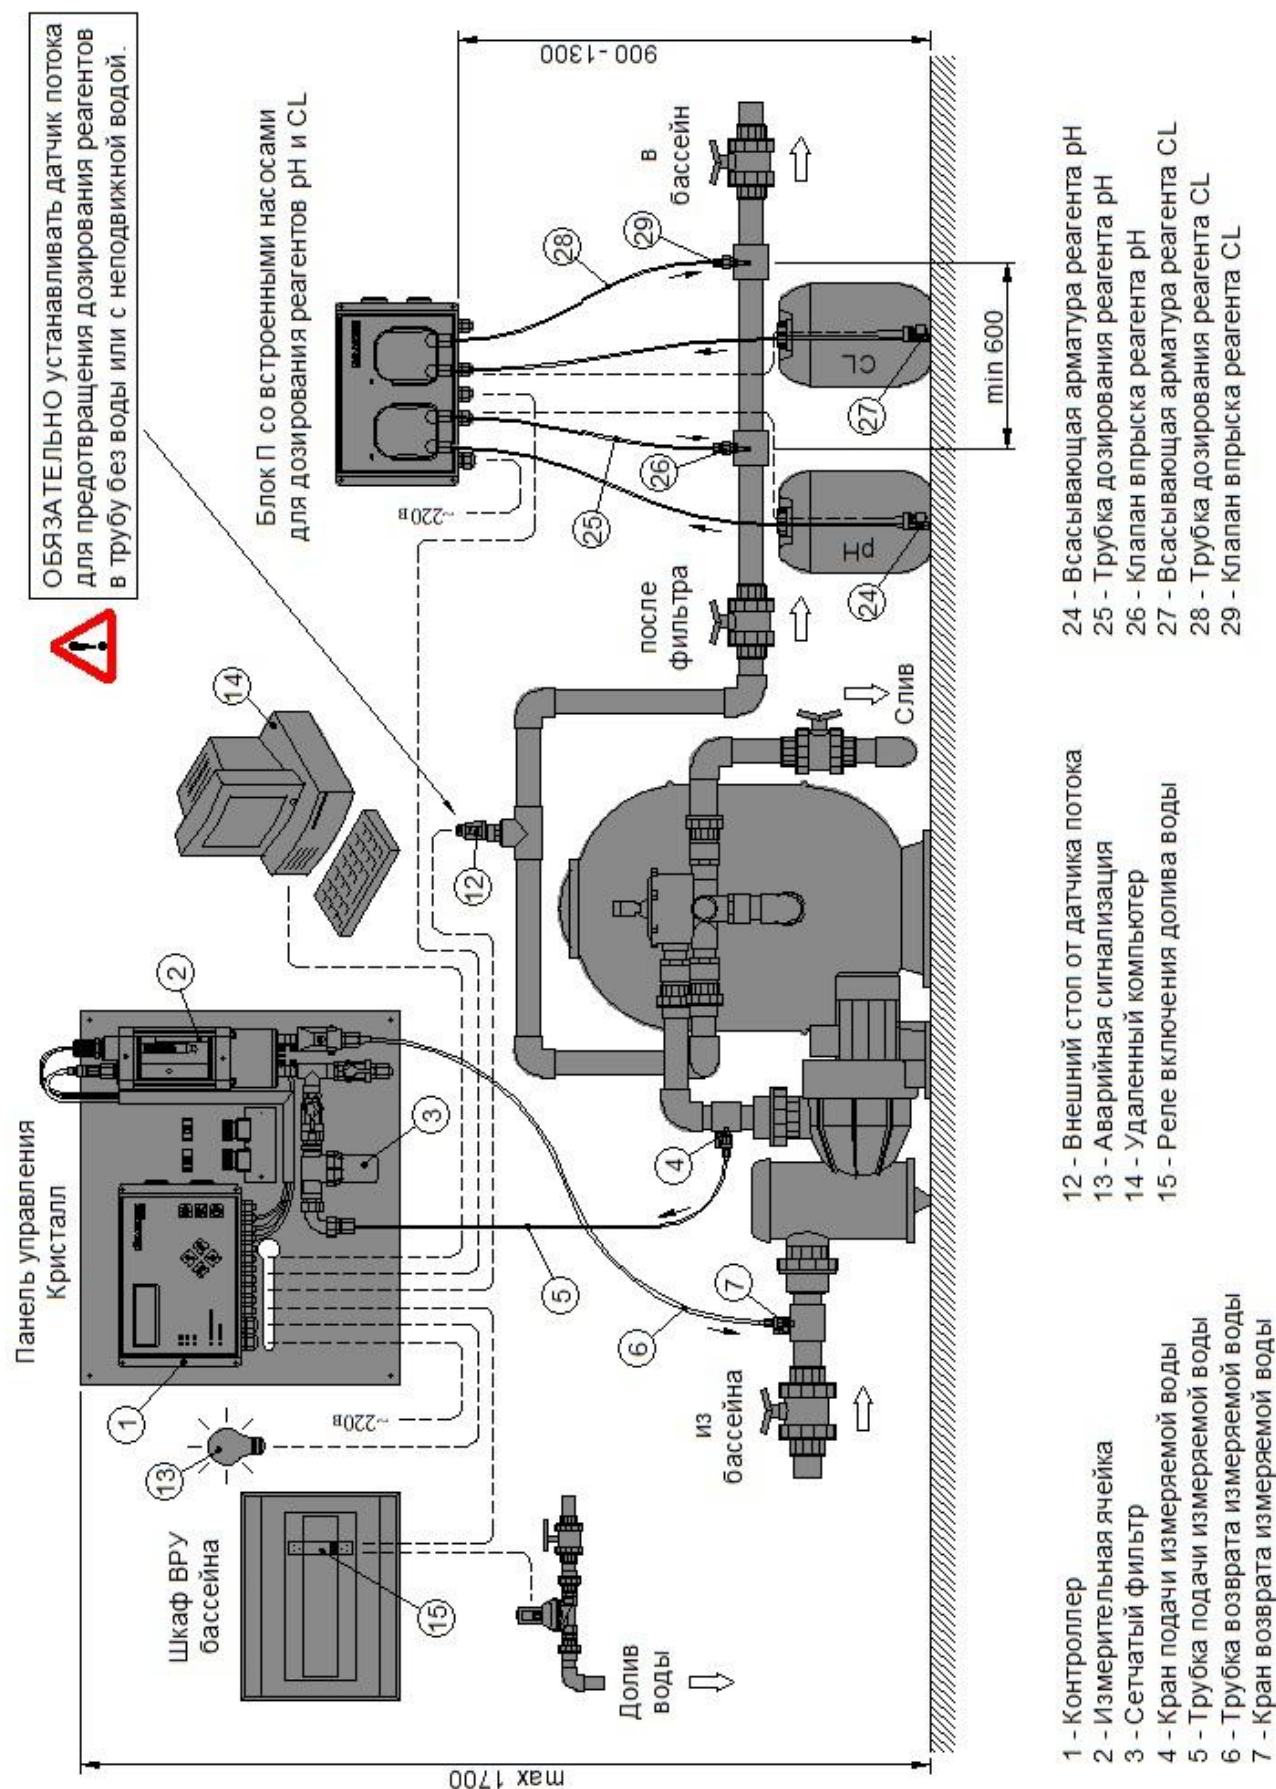

Рис.2-1 Схема размещения оборудования Кристалл П
На рис.2-1 изображен монтаж станции Кристалл П: CL, pH с отбором воды для измерений из трубопровода фильтрации, а на рис.4.3-1 – электросхема для этого монтажа.
Дозирование реагентов прекращается также при отсутствии потока воды в трубопроводе возврата воды в бассейн после фильтрации. Это необходимо для предотвращения дозирования реагентов в трубу с неподвижной водой или без воды. Для контроля потока воды необходимо установить в трубопровод специальный датчик потока (12), как это показано на рис.2-1. Для повышения точности измерения и дозирования в станции предусмотрена задержка включения дозирующих насосов после появления потока воды в измерительной ячейке или после возобновления фильтрации. Длительность этой задержки устанавливает Покупатель в настройках контроллера.
Дозирование реагентов может также прекращаться при включении долива воды в бассейн, если для этого долива используется электромагнитный клапан. В этом случае управление доливом рекомендуется производить через контактор (15), в котором через одну пару контактов подаётся питание к электромагнитному клапану долива воды, а через другую пару контактов в контроллер подается сигнал о включении долива (как это показано на рис.2-1, 4.3-1). Если нет необходимости или возможности блокировать дозирование реагентов при включении долива воды, то необходимо установить перемычку на клеммы «Доллив» внутри контроллера (см. подробнее п.4.3.1).
В домашних бассейнах, на которые требования упомянутого ГОСТ не распространяются, допускается отбирать воду для измерений из трубопровода циркуляционного водообмена (фильтрации), как это показано на рис.2-1 настоящего Руководства. Однако, используя это решение, следует знать, что значения измеряемых показателей воды из ванны бассейна и из трубопровода фильтрации не обязательно будут одинаковыми.
Панель управления станции устанавливается на стену технического помещения бассейна, как это показано на рис.2-1 настоящего Руководства.
Место для установки Панели управления надо выбирать с таким расчётом, чтобы трасса подачи измеряемой воды от точки отбора до измерительной ячейки была по длине не более 4 метров. Если вода для измерений отбирается из трубопровода фильтрации (как это показано на рис.2-1), то отсчёт длины вести от крана подачи измеряемой воды (поз.4 на рис.2-1). Если вода для измерений отбирается непосредственно из ванны бассейна, то отсчёт длины вести от водозабора, установленного в стену ванны бассейна.
Панель управления рекомендуется устанавливать не выше 1700 мм от пола (на уровне глаз), как это показано на рис.2-1, при этом над панелью должно оставаться не менее 200 мм свободного пространства для удобства установки/замены измерительных электродов в измерительной ячейке.
Блок П для дозирования pH и CL устанавливается на стену технического помещения бассейна, как это показано на рис.2-1 и 4.2-2 настоящего Руководства.
Место для установки Блока П рекомендуется выбрать вблизи клапанов впрыска реагентов pH и CL, чтобы минимизировать длину трубок дозирования реагентов (поз.25 и 28 на рис.2-1).
Блок П устанавливать не выше 1300 мм от пола, чтобы уменьшить высоту подъёма реагента из расходной канистры к насосу и обеспечить свободное, без натяжения, подключение к Блоку П трубок и кабелей всасывающей арматуры (поз.24 и 27 на рис.2-1). При этом справа от Блока П должно оставаться не менее 300 мм свободного пространства для беспрепятственного открывания крышки Блока П.
Кран подачи измеряемой воды устанавливается на напорный трубопровод насоса фильтрации (как это показано на рис.2-1, поз.4) или на напорный трубопровод специального насоса для измеряемой воды
Место для установки крана надо выбирать с таким расчётом, чтобы трасса подачи измеряемой воды от точки отбора до измерительной ячейки была по длине не более 4 метров. Если вода для измерений отбирается из трубопровода фильтрации (как это показано на рис.2-1), то отсчёт длины вести от устанавливаемого крана (поз.4 на рис.2-1).
Кран возврата измеряемой воды устанавливается на всасывающий трубопровод насоса фильтрации (как это показано на рис.2-1, поз.7) или на всасывающий трубопровод специального насоса для измеряемой воды.
Если кран устанавливается на горизонтальном участке трубопровода, то резьбовое отверстие G 1/4" для установки крана должно быть обращено вверх. Если толщина стенки трубопровода в месте установки крана меньше 5 мм, то эту толщину следует увеличить, установив на трубопровод соединительную муфту, как это показано на рис.2-1 и 4.2-4.
Клапаны впрыска реагентов pH и CL должны устанавливаться в соответствии с требованиями п.9.6.2.3 ГОСТ Р 53491.1–2009 на прямолинейном участке трубопровода подачи воды в бассейн после всех этапов водоподготовки. Клапаны устанавливаются таким образом, чтобы сначала в воду добавлялся реагент pH и лишь затем – реагент CL. Расстояние между клапанами должно быть не менее 600 мм, как это показано на рис.2-1, поз.26 и 29.
Если клапаны устанавливаются на горизонтальном участке трубопровода, то резьбовые отверстия G 1/2" для их установки должны быть обращены вверх. Если толщина стенки трубопровода в местах установки клапанов меньше 5 мм, то эту толщину следует увеличить, установив на трубопровод соединительную муфту, как это показано на рис.2-1 и 4.2-5.